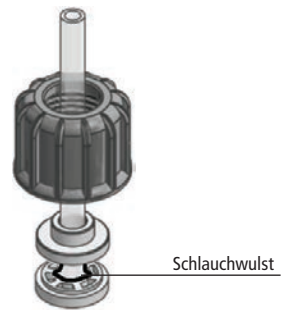

Abb. 3.4 Montage PVDF-Schlauch
Dadurch dass der Klemmring den Schlauch gegen den Konus des Schlauchnippels quetscht, bildet der Schlauch zwischen dem Klemmring und der Dichtfläche des Schlauchnippels eine Wulst (siehe Abb. 3.4). Diese Wulst sorgt dafür, dass der Schlauch fest sitzt und sich aus der Verbindung nicht mehr herausdrücken kann.
- Schrauben Sie die Überwurfmutter nach 2-3 Minuten noch einmal ab und vergewissern Sie sich, dass der Schlauch eine Wulst zwischen Schlauchnippel und Klemmring gebildet hat (siehe Abb. 3.4).
- Schließen Sie den Druck-/Dosierschlauch - wie in Abbildung 3.4 dargestellt - an das Impfventil an. Achten Sie darauf, daß der Schlauch frei montiert und nicht geknickt ist und nirgendwo scheuern kann.
- 5) Montieren Sie abschließend den Saugschlauch - wie in Abbildung 3.4 und 3.4 dargestellt.